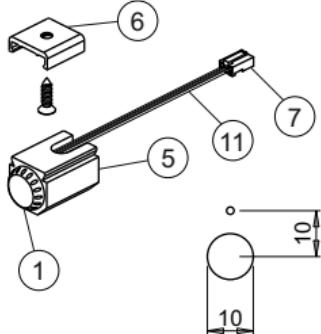

Fig 4
- In the version with a projecting horizontal support (fig.4) fasten the hook (6) to the support surface, pass the sensor cable (11) through the hole Ø 10, fasten the support (5) to the hook (6).
- In der Ausführung mit vorstehender, horizontaler Halterung (Abb.4) die Befestigungsplatte (6) an der Auflagefläche befestigen, das Sensorkabel (11) durch eine Bohrung mit Ø 10 mm ziehen und den Aufbauring (5) an der Befestigungsplatte (6) befestigen.
- Pour la version dotée de support horizontal en saillie (fig.4), fixer le crochet (6) au plan d'appui, faire passer le câble du capteur (11) à travers le trou Ø 10, puis fixer le support (5) au crochet (6).
- En la versión dotada de soporte de superficie horizontal (fig.4), fije el gancho (6) a la superficie de apoyo, pase el cable del sensor (11) a través del orificio de Ø 10 y fije el soporte (5) al gancho (6).
- Nella versione provvista di supporto sporgente orizzontale (fig.4) fissare il gancio (6) al piano d'appoggio, far passare il cavo del sensore (11) attraverso il foro Ø 10, fissare il supporto (5) al gancio (6).